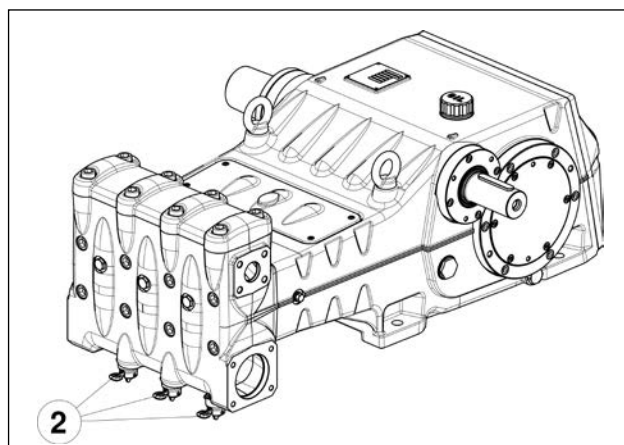

图9
需要长时间存放或长时间不使用时，必须通过三个升阀装置(参阅位置② 图9)检查吸入阀和输出阀的良好运作。起动泵浦前，确保已经关闭了阀门。